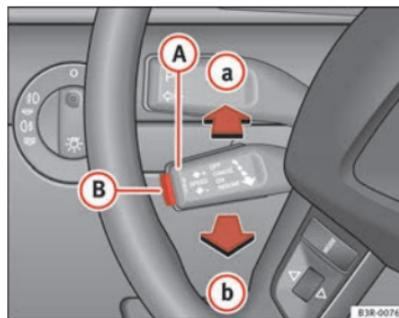

Fig. 141 Mandos del regulador de velocidad
- desplace la palanca (A) ⇒ página 182, fig. 141 hasta la posición (a) (sin encastrar).